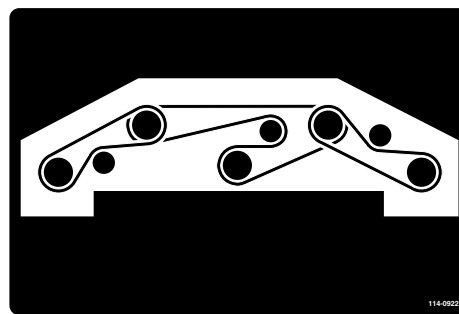

Рисунок 83
6. Обведите новый ремень вокруг шкивов шпинделей и натяжного шкива, как показано на Рисунок 83.